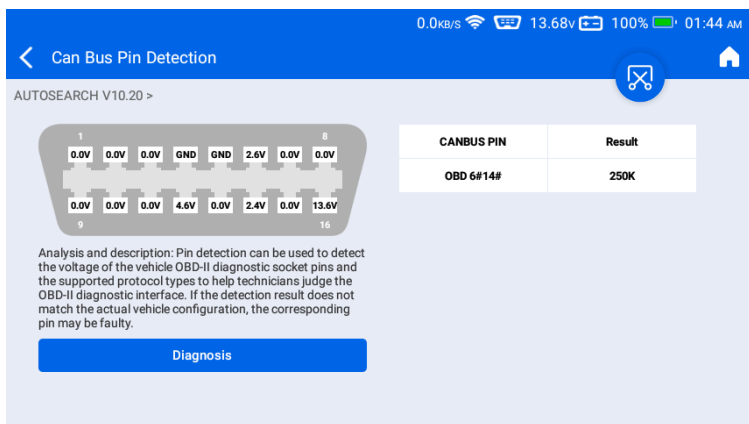

Abb. 4-13
- **Ergebnistabelle:** Die Ergebnistabelle zeigt die erkannten Kommunikations-Pins und die entsprechende Baudrate. Am Beispiel von Abb. 4-13 identifiziert das Tool die Pins 6 und 14 als einen CAN-Bus mit 250 Kbps und weist damit auf eine ordnungsgemäße Kommunikationsverbindung zwischen Diagnosegerät und Fahrzeug hin.